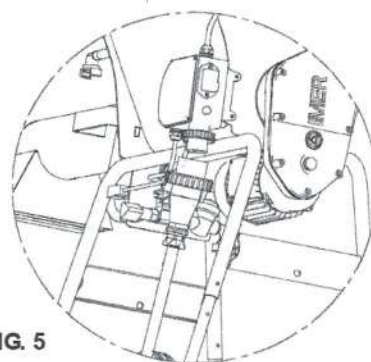

FIG. 5
10. ALLACCIAMENTI**10.1 ALLACCIAMENTO ELETTRICO (vedi fig.5)**
Collegare l'alimentazione alla spina del mescolatore posta sul quadro elettrico (fig.5).